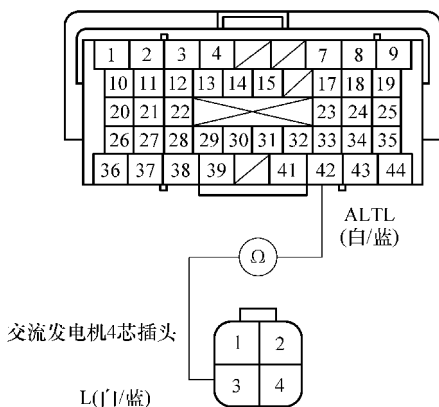

图 3-22 检查 B42 与交流发电机 3 号端子导通性
22) 将 HDS 与 SCS 线短接，然后将点火开关旋至锁定 (LOCK) (0) 位置。
24) 如图 3-22 所示，检查 ECM/PCM 插头 B42 端子与交流发电机 4 芯插头 3 号端子之间是否导通？